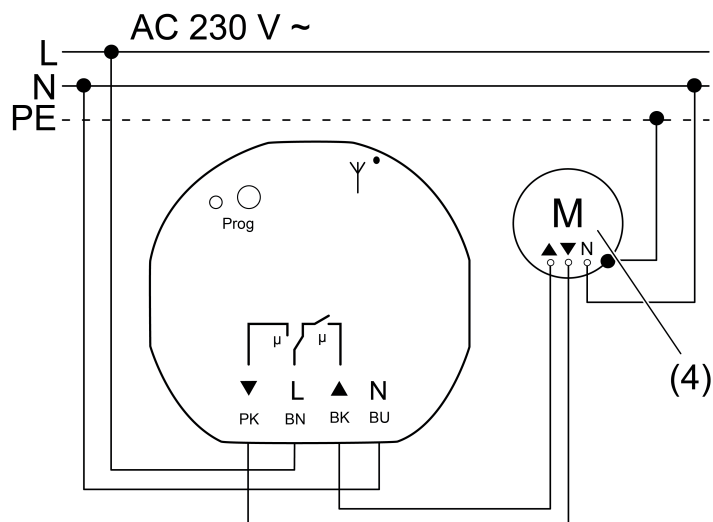

Figura 3: Schema di collegamento
- Collegare l'attuatore veneziana secondo lo schema di collegamento (figura 3) coi morsetti di collegamento (v. Utilizzo dei morsetti per lampade) ed effettuare l'allacciamento al motore della veneziana e/o tapparella (4).